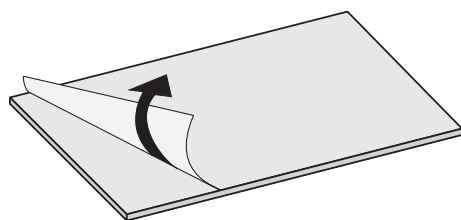

Fig. 21e
- d. La nouvelle plaque de protection transparente interne aura une pellicule de protection en plastique. Retirer toutes les pellicules de protection sur les plaques avant de les insérer. Ensuite, insérer les plaques à nouveau à leur emplacement approprié (Fig. 21e, 21f et 21g).